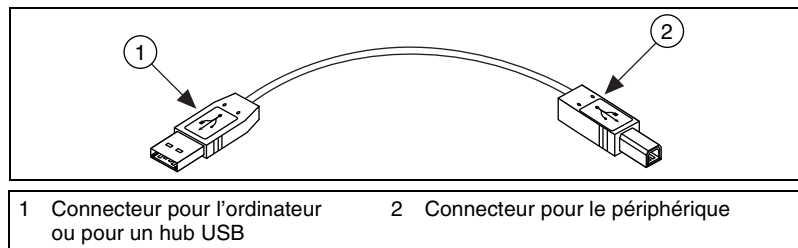

Figure 5. Câble et connecteurs USB
2. Reliez le câble entre le port USB ou IEEE 1394, situé directement sur le PC ou sur tout autre hub ou périphérique IEEE 1394, et le port USB ou IEEE 1394 du périphérique. La figure 5 représente le câble USB et ses connecteurs.